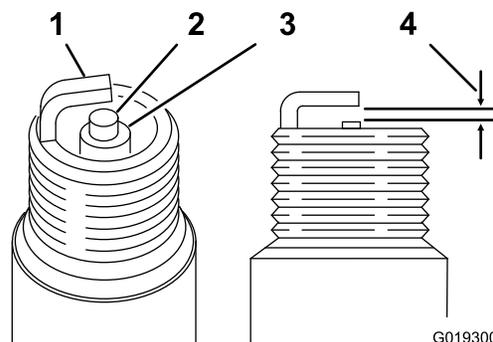

Figura 31
Distancia entre electrodos: 0,70 a 0,80 mm; consulte Figura 31
3. Ajuste la distancia entre electrodos a 0,70–0,80 mm (Figura 31)